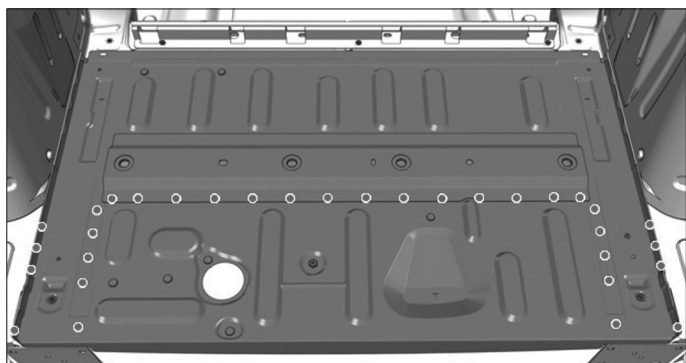

FIG. 212
- Souder par points électriques (Fig.212).